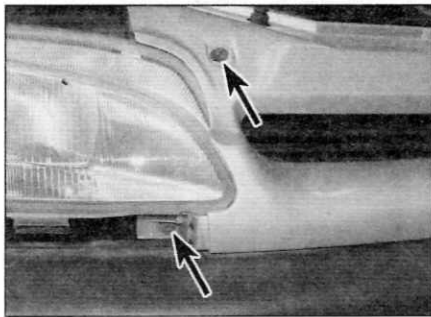

Рис. 25.5. Выверните по два винта (отмечены стрелками) на каждой стороне (ранние модели)
- 5 Выверните по два винта крепления на каждой стороне (рис. 25.5).